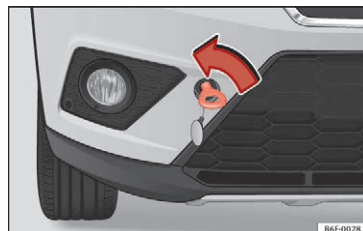

Fig. 106 Højre side af den forreste stødfanger: slæbeøjle, der er skruet i
- Skru slæbeøjlet helt i mod *venstre* i pilens retning »» **Fig. 106.**